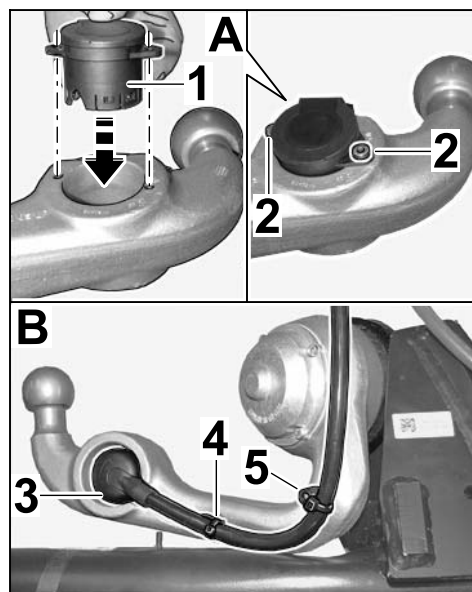

Рис. 8
- 1.7.3 Установить верхнюю часть корпуса, соблюдая направление установки, на шаровидной части с помощью винта с цилиндрической головкой M5 x 10 –DIN 7984– (2 шт.) (⇒ Рис. 8 -А-).
- 1.7.4 Закрепить жгут проводов розетки тягово-сцепного устройства с помощью кабельного хомута на держателе шаровидной части (⇒ Рис. 8 -4-).
Установить предварительно смонтированный кабельный зажим (⇒ Рис. 8 -5-) на шпильке.